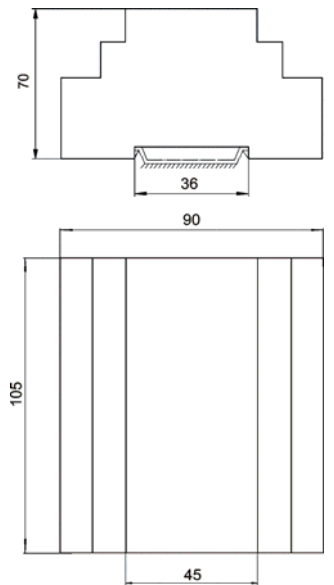

Рис. 1 Габаритные и установочные размеры БУАВР
- 3.41.Габаритные и установочные размеры БУАВР приведены на рис. 1.
- 4.4. Габаритные и установочные размеры БУАВР приведены на рис. 1.